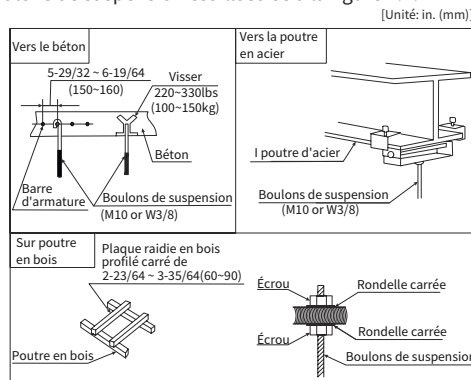

Figure 4.2 Fixation des boulons de suspension
2. L'installation des boulons de suspension est illustrée à la figure 4.2.